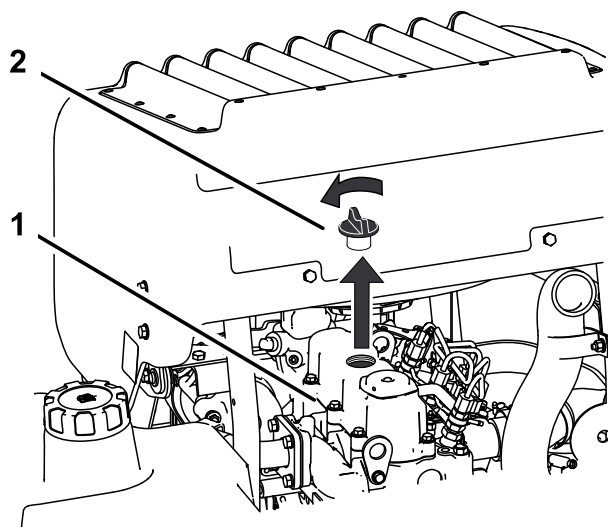

Bild 68
6. Nehmen Sie den Deckel des Einfüllstutzens oben am Motor ab (Bild 68).
2. Entfernen Sie den Ölfüllstutzendeckel und den Peilstab (Bild 68).